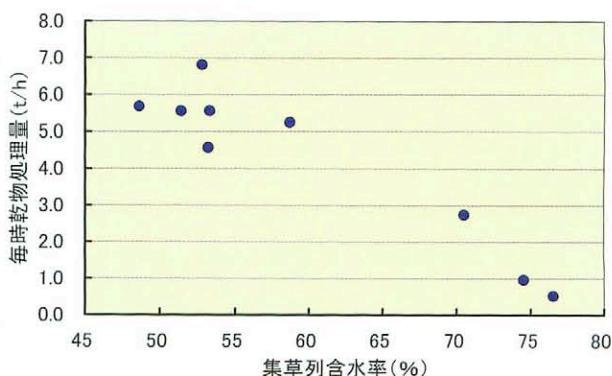

図4 集草列含水率と毎時乾物処理量の関係
- ・予乾牧草は、トウモロコシや飼料用稻のような立毛状態で直接収穫する作物よりも、含水率のムラや経時的变化が大きい特徴があります。開発機の性能は、こうした影響を強く受けるので、作業能率は、ほ場面積の大小だけではなく作業量を推定するよりも、毎時乾物処理量で判断します。集草列の含水率が60%以下の条件では、毎時乾物処理量は約5t/hですが、集草列含水率が70%を超えると毎時乾物処理量は3t/h以下と著しく低下します（図4）。